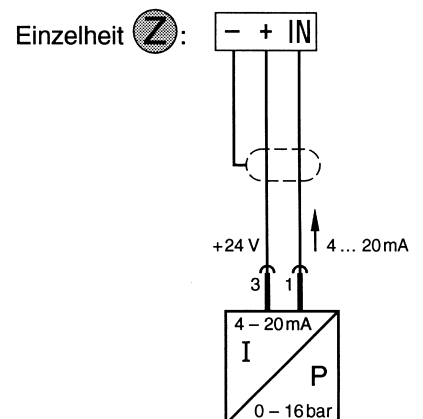
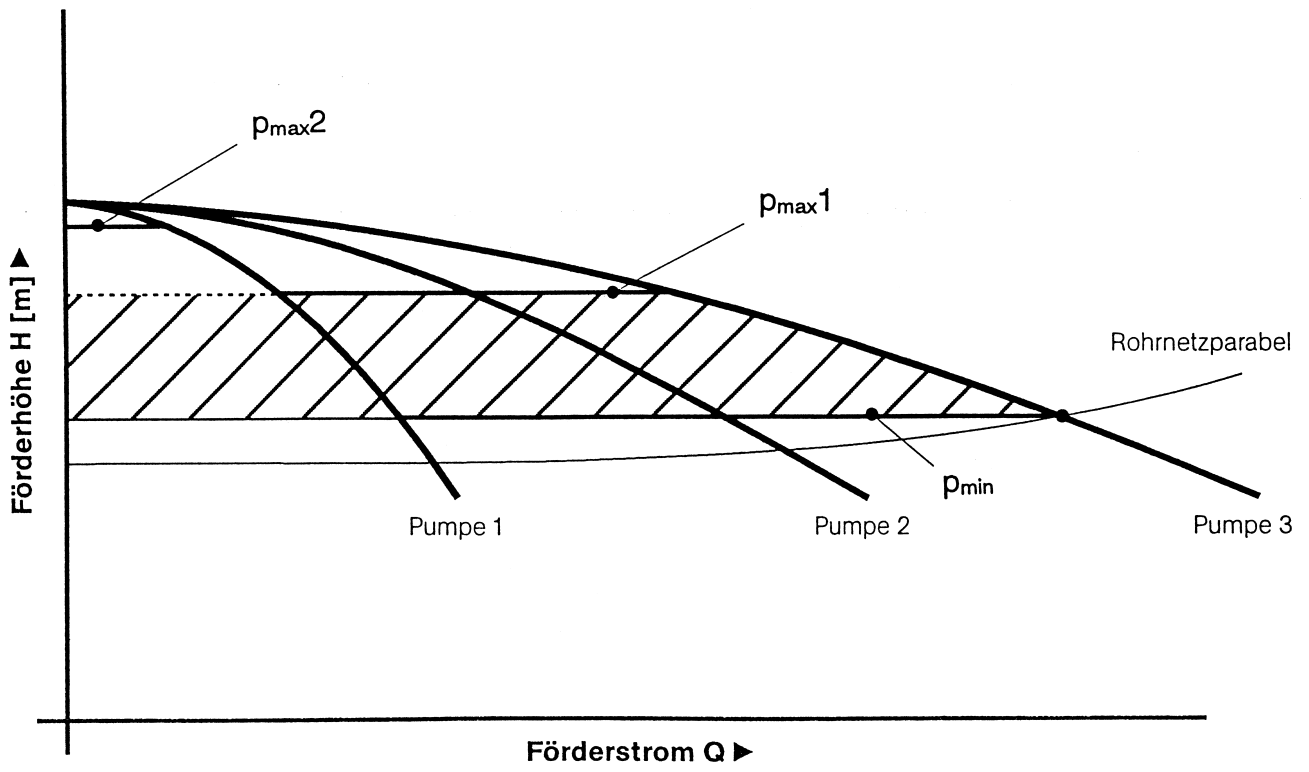

Fig. 2
Fig. 5
Когда при первоначально не работающей станции после начала разбора воды давление в системе опускается ниже уровня давления включения p_{\min} , включается первый насос (рис. 5, диаграмма характеристик). При последующем падении давления ниже уровня давления включения из-за возрастающего расхода воды каждый раз подключается очередной насос. При уменьшении расхода воды давление в системе наоборот начинает повышаться. При достижении первого уровня выключения p_{\max}^1 отключается один насос. При повторном достижении первого уровня выключения отключается следующий насос и т.д. Последний работающий насос выключается лишь при более высоком давлении – втором уровне выключения p_{\max}^2 . При этом давлении подача воды очень мала (см. характеристику насоса на рис. 5). Процессы включения–выключения пиковых насосов осуществляются с задержкой по времени, для того чтобы избежать флаттерных переключений. Время задержки регулируется с помощью потенциометра t_d (рис. 2/3, поз. 8) между
Уровни давлений включения–выключения устанавливаются с помощью потенциометров p_{\min} , p_{\max}^1 , p_{\max}^2 (рис. 2/3, P5, P6, P7 и табл. 1). Значения уставок для уровней давлений выключения 1 и 2 представляют из себя разности давлений, которые прибавляются к соответствующим более низким уставкам. Если например, с помощью потенциометров заданы давления $p_{\min} = 4$ бар, $p_{\max}^1 = 2$ бар и $p_{\max}^2 = 1$ бар, то это означает: уровень давления включения – 4 бар, первый уровень давления выключения – 6 бар, второй уровень давления выключения – 7 бар.
4.3 Функции устройства управления (рис. 2/3)
– **Внутренняя электронная защита двигателя:** Для защиты от перегрузки для каждого двигателя разрыватель тока должен быть настроен с помощью потенциометра (рис. 2/3, P1, P2, P3, P4) на номинальный ток двигателя согласно шильдику насоса. Клеммы WSK необходимо закоротить.
– **Внешняя защита двигателя по температуре обмотки PSK/PTC:** Если двигатели защищены с помощью защитного контакта в обмотке (WSK) или "холодного проводника" (PTC), то WSK или PTC для каждого двигателя подсоединяется к клеммам, а потенциометры (рис. 2/3, P1, P2, P3, P4) устанавливаются на максимальное значение (вправо до упора).
- **Время задержки:** Время задержки для основного нагрузочного насоса устанавливается с помощью потенциометра t_i (рис. 2/3, P8) между 0 и 2 мин. Оно начинается со стартом первого насоса.
- **Задержка времени срабатывания защиты от недостаточного уровня воды:** Выключение насосов в связи с недостаточным уровнем воды, а также их последующее включение в случае восстановления минимального уровня воды могут быть задержаны по времени. Время задержки задается потенциометром $t_{\text{с}}$ (рис. 2/3, P9) в интервале от 2 сек. до 2 мин.
- **Пробный пуск:** При включенной функции "пробный пуск" каждый насос включается приблизительно через каждые 6 часов приблизительно на 15 секунд. Интервалы пробных пусков жестко запрограммированы и не подвержены влиянию времени наработки, сигналов о недостаточном уровне воды или срабатывания любых датчиков. Пробные пуски важны, в частности, для поддержания в постоянной готовности установок пожаротушения. При замыкании микропереключателя S2 (рис. 2/3) пробные пуски отменяются.
- Клеммную колодку подсоединять в следующем порядке (рис. 2/3):
Переключить клеммы X0 электронной платы в соответствии с указанием "230 В" (см рис. 2)
Переключить клеммы X0 электронной платы в соответствии с указанием "400 В" (см рис. 2) (заводская уставка)